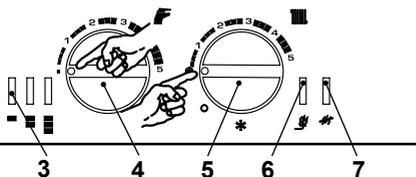
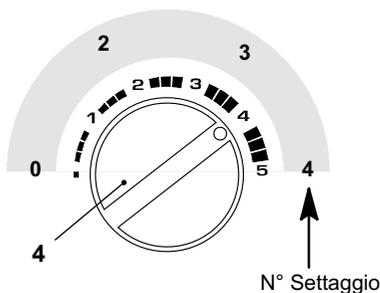
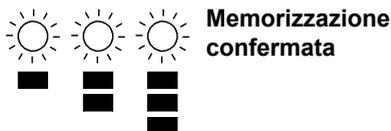

Figura 7.7
Figura 7.9
Figura 7.11
- Posizionare il selettore 5 come indicato in Figura 7.7; la lampada di segnalazione 3 lampeggia ad intermittenza circa ogni 2 secondi.
- Tenere premuto il pulsante di ripristino 6 in Figura 7.7 per circa 10 secondi, la lampada di blocco 7 in Figura 7.7 inizierà a lampeggiare.
- Per settare la pressione di accensione del bruciatore le spie di segnalazione 3 in Figura 7.7 devono essere visualizzate come in Figura 7.8 (leggenda spie a pag. 7)
- Se non si visualizza questa sequenza premere il pulsante di ripristino 6 in Figura 7.7 tante volte fino alla visualizzazione (4 volte).
Per visualizzare il settaggio impostato tenere premuto il pulsante di ripristino 6 in Figura 7.7 per circa 5 secondi. Le spie di segnalazione 3 in Figura 7.7 lampeggeranno un numero di volte pari al settaggio (Figura 7.9).
- Per cambiare il settaggio ruotare la manopola regolazione temperatura sanitari 4 in Figura 7.7 e posizionarla nella posizione prescelta Figura 7.9 vedi anche Figura 7.10 (nella figura es. manopola settata per posizione 3,5), la lampada di segnalazione
- Per memorizzare il settaggio premere il pulsante di ripristino 6 in Figura 7.7 per circa 5 secondi, le spie di segnalazione 3 in Figura 7.7 lampeggiano tutte quante simultaneamente come in Figura 7.11 (legenda spie a pag. 7)